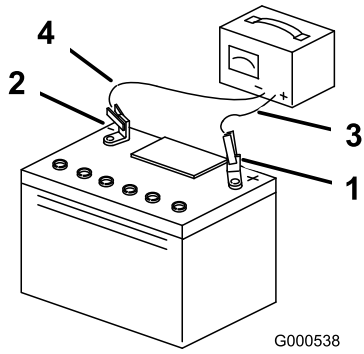

Figure 52
4. Quand la batterie est chargée au maximum, débranchez le chargeur de la prise, puis débranchez les fils du chargeur des bornes de la batterie (Figure 52).